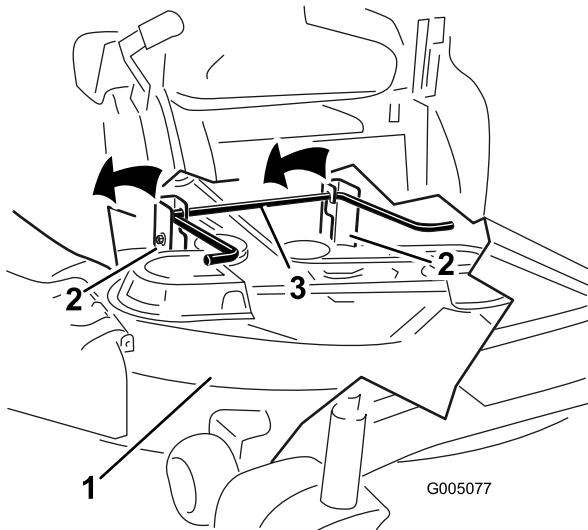

Figure 54
5. Soulevez et enlevez le plateau de coupe et les supports de la tige de levage arrière et abaissez la tondeuse au sol avec précaution (Figure 54).
5. Soulevez l'arrière du plateau de coupe et guidez les supports sur la tige de levage arrière (Figure 54).